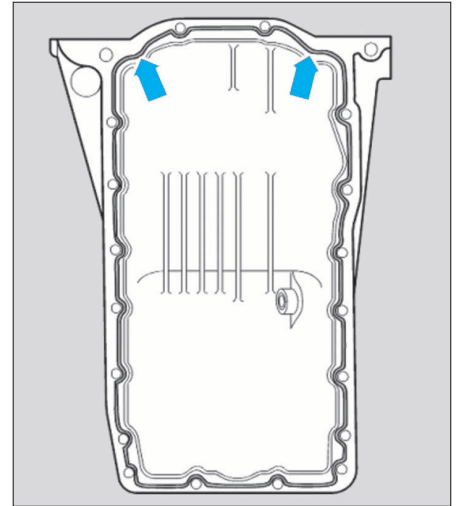

FIG. 29
- appliquer sur le plan de joint du carter d'huile un cordon de pâte d'étanchéité appropriée à base de silicone (par exemple VW D176 404 A2), d'une largeur de 2 à 3 mm et en contournant de l'intérieur les alésages de ses vis de fixation (Fig.29).